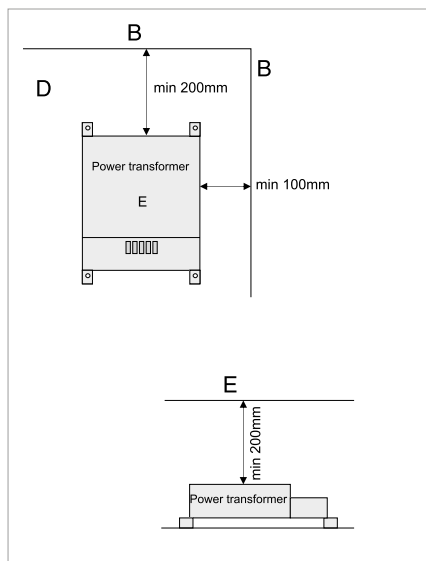

Afb. 2
Een defecte zekering duidt doorgaans op kortsluiting of een overbelasting aan de 12V-uitgang. Dit wordt gesignaleerd door een rode LED naast de zekering (zie afb. 2), wanneer een verbruiker is aangesloten.
Schakel voor het vervangen van de zekering de AC/DC-omvormer uit, of scheidt het apparaat van de 230V AC-voeding. Vervang een defecte zekering alleen door een nieuwe zekering van het type ATO type LITTLEFUSE. Schakel de eenheid weer in (zie afb. 2). Neem contact op met een Dometic servicepartner, wanneer de zekering er opnieuw uitspringt.
- Installeer de AC/DC-omvormer op een goed geventileerde en tegen vocht beschermde plek. Om een optimale warmteafvoer te realiseren, moet het apparaat verticaal (zie afb. 2) worden gemonteerd.
De optimale montage van de AC/DC-omvormer is in verticale positie (afb. 2). De maximale omgevingstemperatuur mag 50°C bedragen.